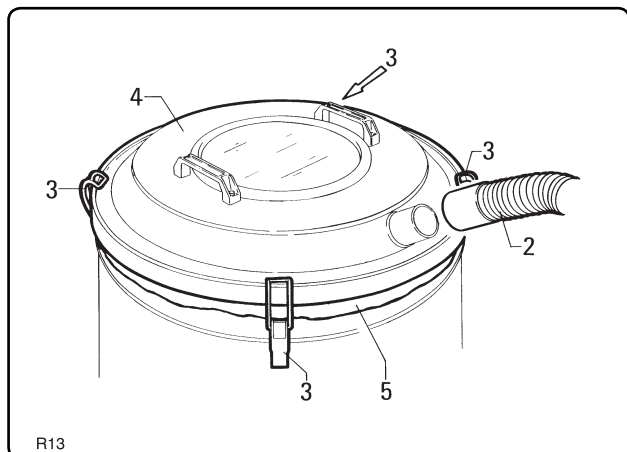

Fig. 7.5.1
7.5.1 - Como substituir o saco de aparas (fig. 7.5.1)
- Insira o novo saco com a borda "5" ligeiramente saliente (fig. 7.5.1).